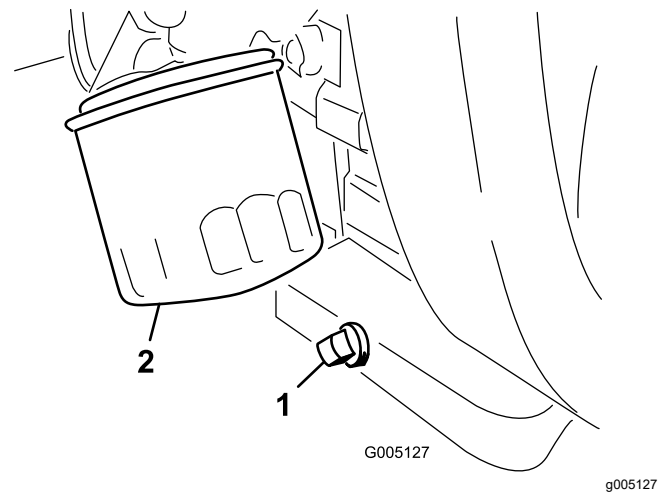

Figura 31
- Limpie las roscas del tapón de vaciado, aplique sellador de PTFE, e instale el tapón de vaciado (Figura 31).
- Retire el filtro de aceite (Figura 31).
- Retire el tapón de vaciado (Figura 31) y deje fluir el aceite a un recipiente apropiado.